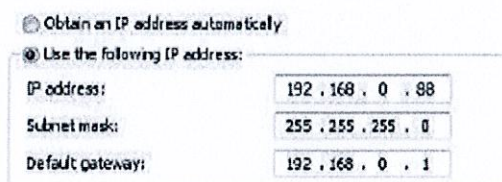

Рис. 6.4
(3) Дважды нажмите "Internet Protocol Version 4 (TCP/IPv4)", чтобы настроить "Internet Protocol (TCP/IP) Properties". Установите IP-адрес 192.168.0.88, нажмите "OK" (см. Рис. 6.4).